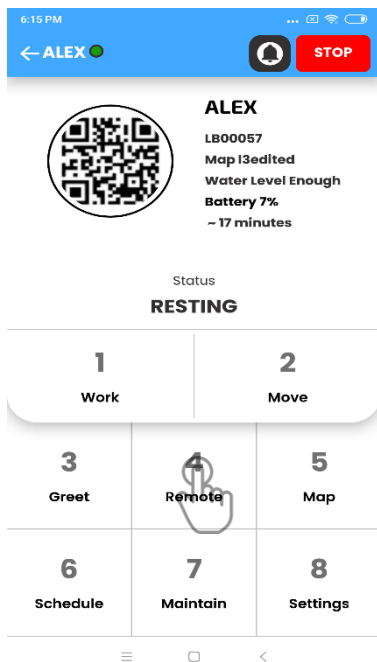

Fig. 1
1. Gebruik de optie Afstandsbediening (Fig. 1) op de pagina Opdrachten om de afstandsbedieningsfunctie op de app te activeren.